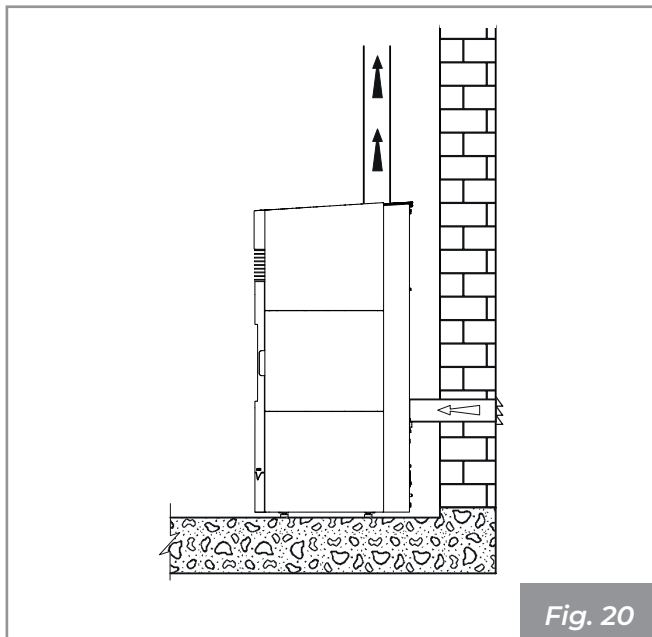
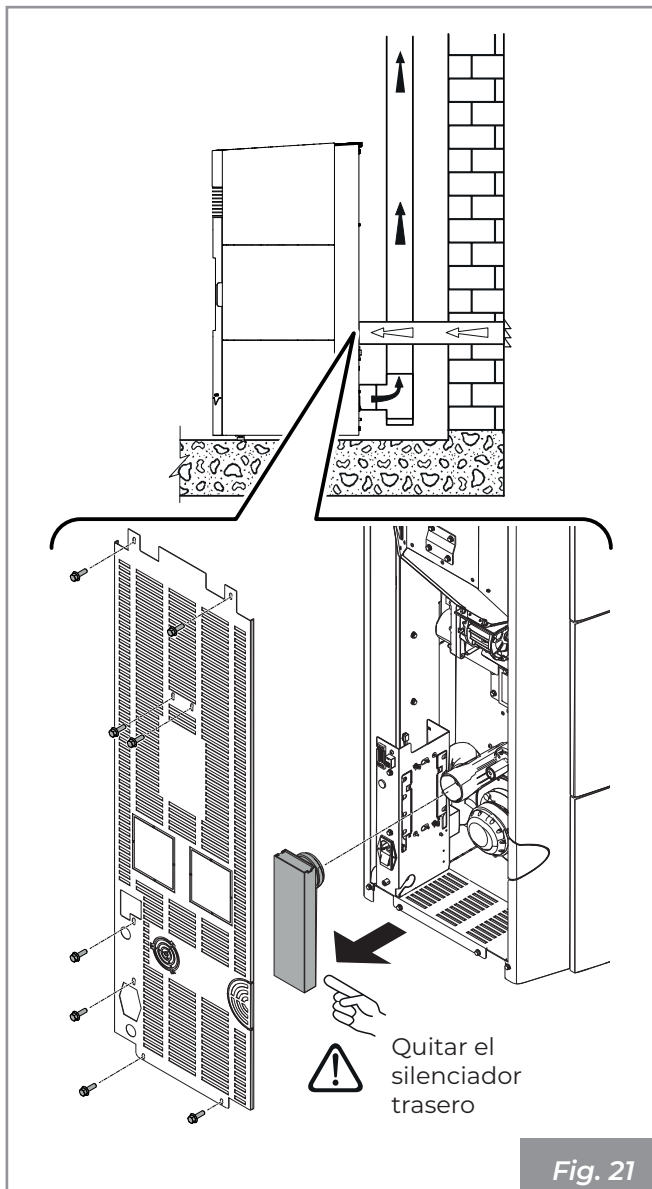

Fig. 20
Fig. 21
- directamente desde el exterior con conexión directa a la cámara de combustión (**Fig. 18 - Fig. 21**).
- conectar la entrada de aire comburente del aparato a la toma de aire con un conducto adecuado (**Fig. 20 - Fig. 21**).